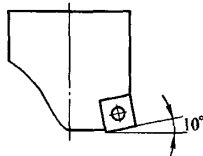
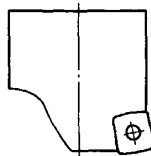

图 3
图 4
(1) 图 3 所示是把普通的方形刀片, 换个角度安装。改变加工时的主偏角。
(2) 图 4 所示刀具就是把图 3 中刀片的直边变成弧边, 使切削分力更趋合理。